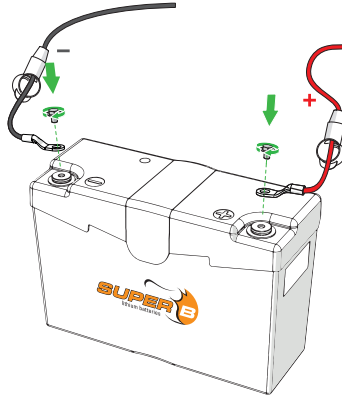

Abbildung 3. Anschluss der Stromkabel an die Batterie.
1. Schließen Sie die Last oder das Ladegerät an die (+) Anschlussklemme der Li-Ionen-Batterie an (Abbildung 3).
2. Schließen Sie die Last oder das Ladegerät an die (-) Anschlussklemme der Li-Ionen-Batterie an (Abbildung 3).